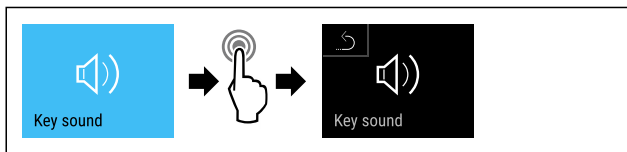

Fig. 113
- ▶ Suivre les étapes (voir Fig. 113).